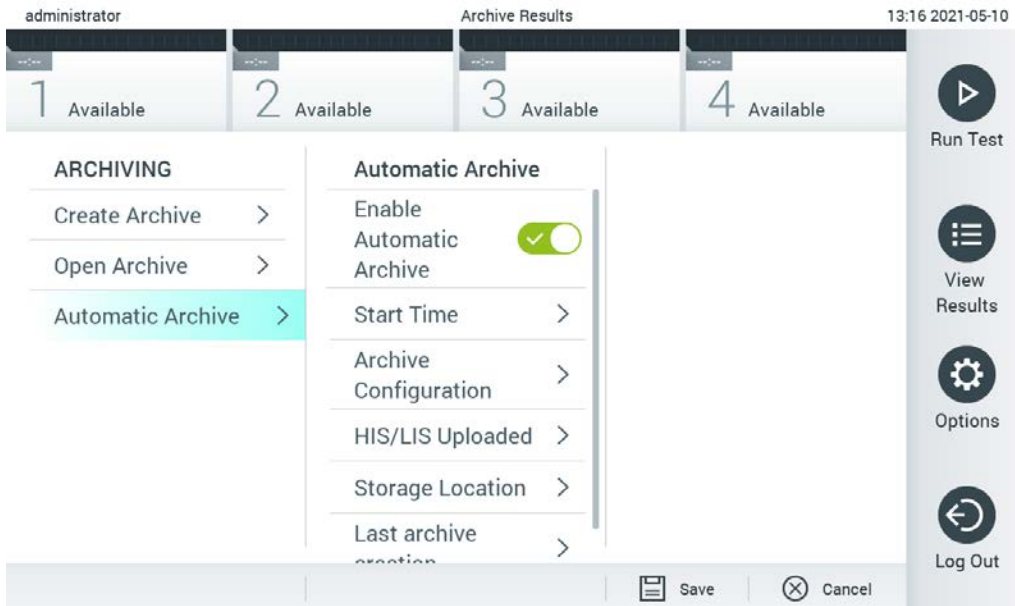

Abbildung 57: Optionen für das automatische Archiv.
2. Drücken Sie auf **Automatic Archive** (Automatisches Archiv) und aktivieren Sie die Funktion (Abbildung 57, nächste Seite).